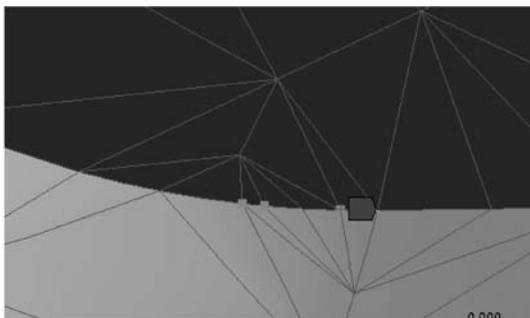

图 3.62 短边的收缩
(9) 放大如图 3.62 所示的区域,可以看到此处因为有几条短边而导致网格扭曲严重,在工具栏中切换到点选择模式。右击 Mesh,添加 Pinch,选择最右侧点作为 Master Geometry,选择左侧 3 个点作为 Slave Geometry,将 Tolerance 设置为 2.0mm,然后重新生成网格。同理,可以使用同样的方法处理对面位置的网格节点。